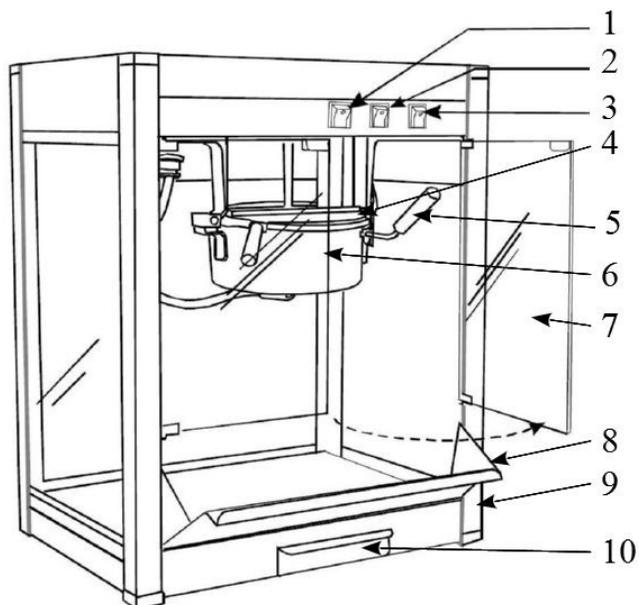

Рис.1 — Общий вид изделия
Внешний вид изделия и расположение органов управления представлены на рис. 1.
4.1. Общий вид изделия приведен на рис. 1.